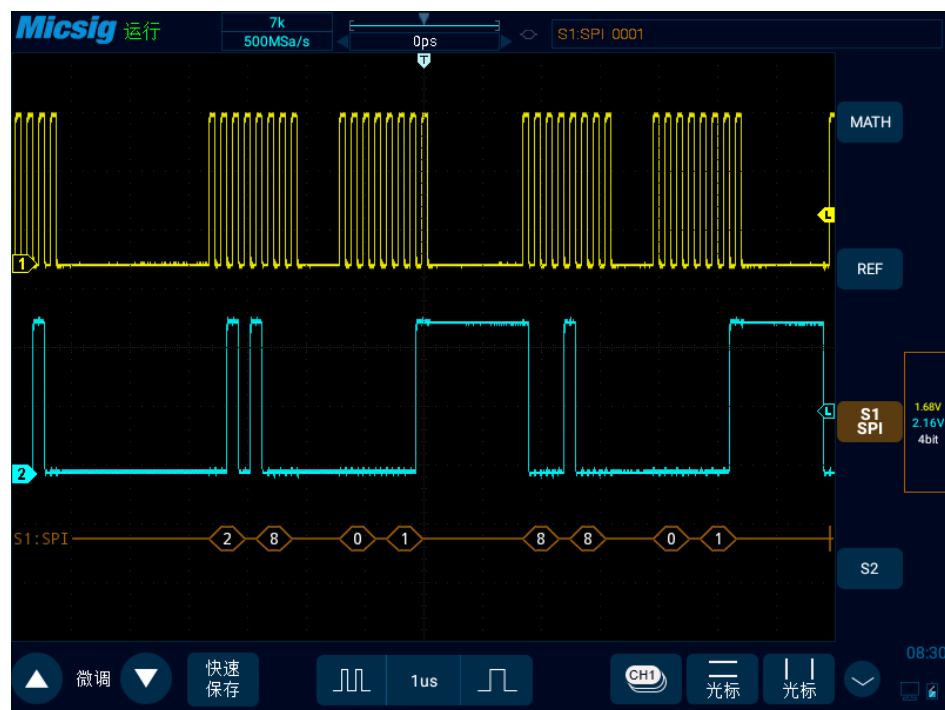

图12-20 SPI 图形界面
- (3) 打开触发设置菜单，触摸屏上点按数据，使用虚拟软键盘设置要匹配的数据为“0001”；
- (4) 依据信号幅值调节2个通道阈值电平； SPI 触发图形界面见图12-20：